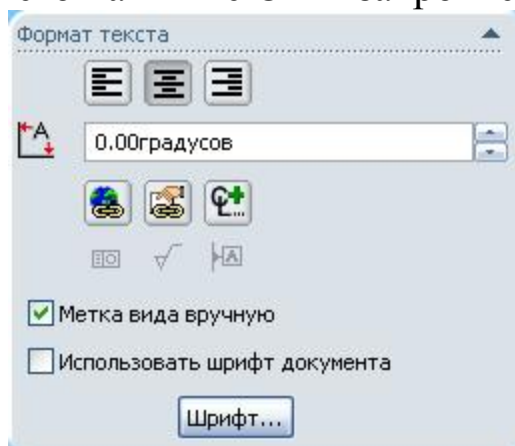

Рис. 16
- В разделе **Формат текста** окна **Заметка** Менеджера свойств (Property Manager) (рис. 16):